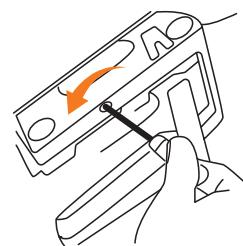

Рис. 9
Для дозирования подачи масла используйте регулировочный винт ①, расположенный на нижней части корпуса бензопилы, поверните влево для увеличения подачи масла и вправо для уменьшения (Рис. 9).